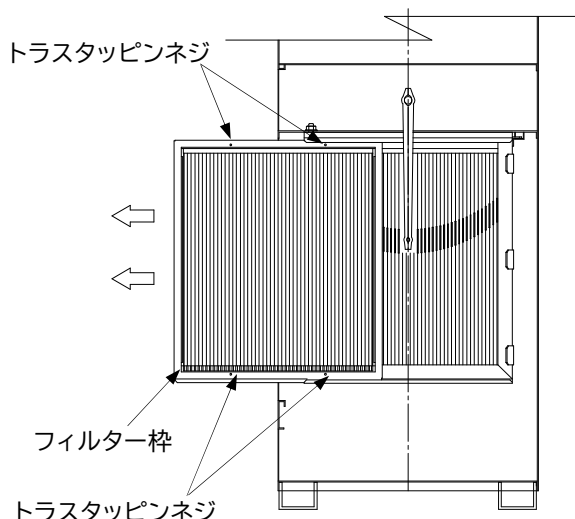
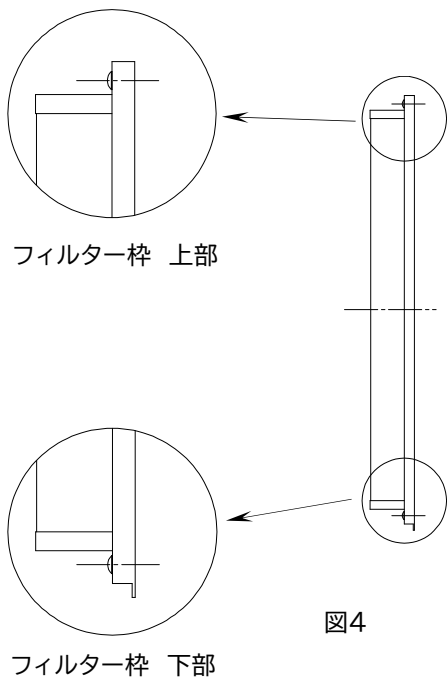

図3
図4
<p>● 必ず守る</p>	カセットフィルターおよびフィルター枠の取付け方向に注意してください。フィルター枠は図4のように突起部がある方を下に、カセットフィルターはシェイキング用保護金具の形状が図5のようになるように上下方向を間違えないように取り付けてください。
- ④最後に図3のようにフィルターを引き出してください。
- ⑤取り外したカセットフィルターからフィルター枠を取り外します。フィルター枠は4本のトラスタッピンネジ(M4で固定)を緩めて取り外すことができます。
- ⑥新しいカセットフィルターにフィルター枠を取りつけ、4本のトラスタッピンネジでしっかりと固定してください。この時、図4及び図5を参照して正しい取付方向になるよう注意して取り付けてください。
- ⑦交換フィルターの取り付けおよびユニットの取り付けは、ユニットケース及びフィルター用パッキンの表面に粉塵の付着が無いことを確認し、上記と逆の手順で作業を行なってください。